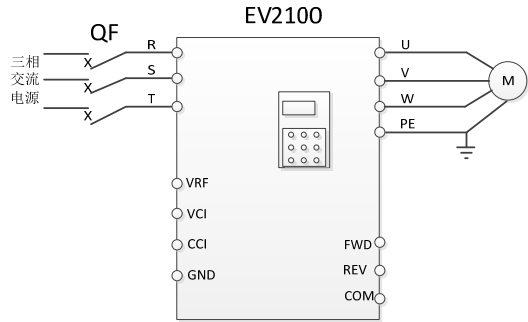

图4-14 面板控制运行配线图
如图4-14所示。
- (1)按图4-14接线后上电;
- (2)按PANEL/REMOTE键切换到面板控制方式;
- (3)修改F0.02功能码参数为30.00, 即30Hz;
- (4)修改F6.00功能码参数为0;
- (5)按MENU/ESC键回到待机状态;
- (6)按RUN键运行;
- (7)按STOP键减速停止;
- (8)断电。